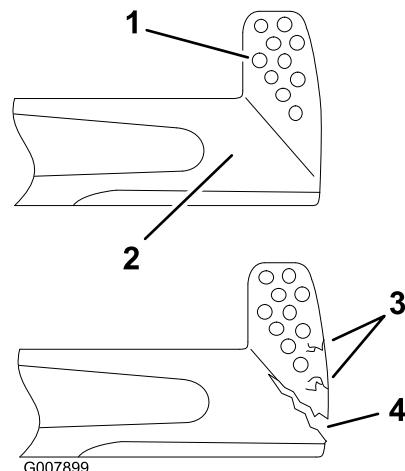

**Bild 30**
2. Kippen Sie den Rasenmäher auf die **linke** Seite (Bild 30).
2. Entfernen Sie die Messerschraube, Sicherungsscheibe, das Messer und die Messerverstärkung (Bild 30).